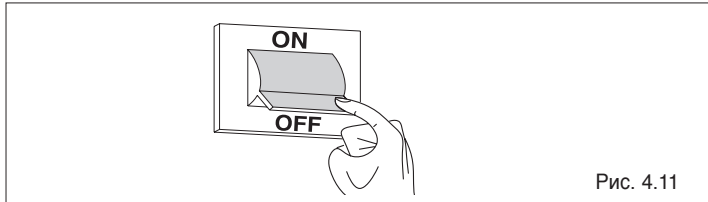

Рис. 4.11
- переведите главный выключатель системы в положение «выключено» (Рис. 4.11) и убедитесь в том, что котёл полностью останавливается.